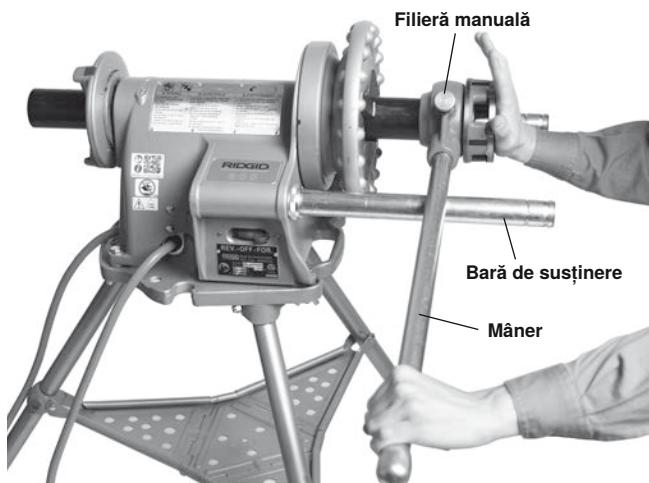

Figura 17 - Împingerea filierei manuale pe țeavă pentru angajarea cuțitului-filieră
Așezați capul-filieră peste capătul țevii, așa cum se arată în Figura 17. Sprijiniți mânerul filierei pe bara de susținere pe partea comutatorului. Țineți capătul filierei cu mâna stângă. Pentru a evita rănilor prin ciupire, nu plasați mâna sau degetele între mânerul filierei și bara de susținere. Mențineți mânerul în contact cu bara de susținere. Aplicați ulei pe capătul țevii și cuțitele-filieră.
2. Cu palma mâinii drepte, împingeți placa de acoperire pe capul-filieră, ținând capul-filieră lipit de capătul țevii (figura 17). Apăsați întrerupătorul-pedală. Nu purtați mănuși, bijuterii sau utilizați o lavetă în timp ce împingeți pe placa de acoperire – aceasta crește riscul de prindere și vătămare. Țineți mâna departe de țeava în rotație. Odată ce cuțitele-filieră se angajează, filetele sunt tăiate pe măsură ce cuțitele-filieră se trag spre capătul țevii.